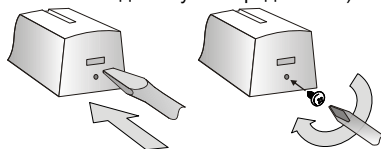

Рис. 2 Открытие крышки детектора и закрепление ее винтом
1. Откройте крышку детектора (нажатием на защелку – смотрите рисунок 2).